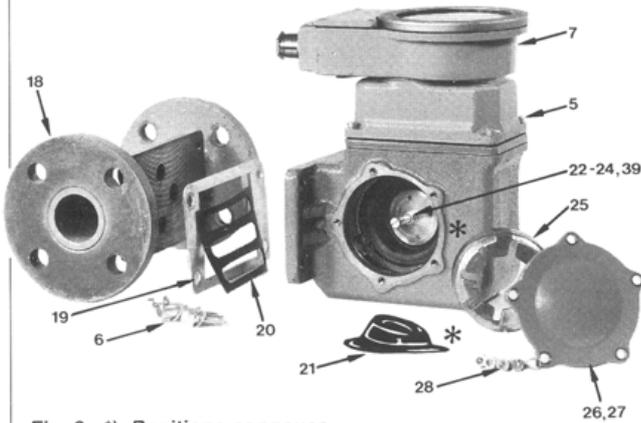

Fig. 8 *) Positions connexes
Remplacement de la membrane Voir fig. 8.
- que la vis d'arrêt (24), fig. 8, limite le déplacement de l'aiguille afin de l'empêcher de toucher le boîtier. Cette butée a pour but d'empêcher la surcharge du ressort. Le réglage de la butée s'effectue en déplaçant les écrous (23).